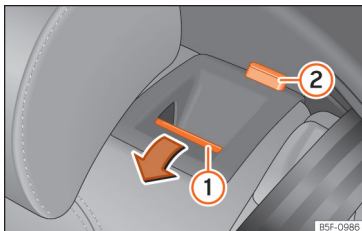

Fig. 113 Banco traseiro: rebater o encosto.
- Puxe o manípulo de desbloqueio »» Fig. 113 ① para a frente e, ao mesmo tempo, rebata o encosto. O encosto traseiro está desbloqueado quando se vê uma marca vermelha no botão ②.